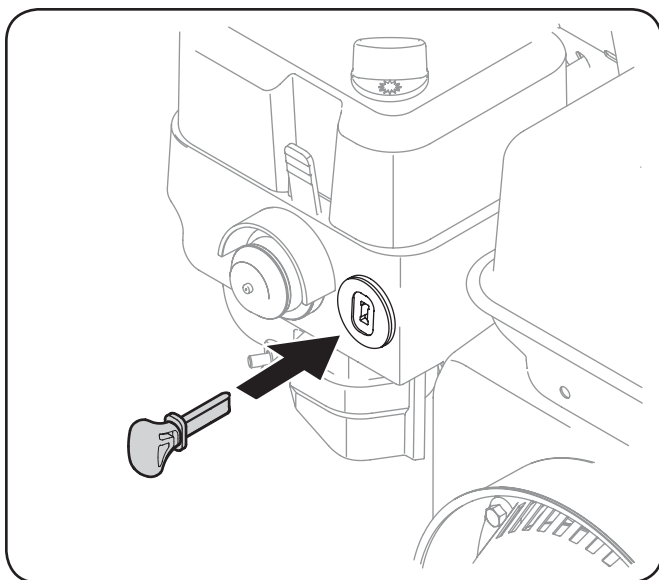

Figura 5-2
2. Inserte la llave en la ranura. Asegúrese de que entre a presión en su lugar. No intente girar la llave. Consulte la Figura 5-2.